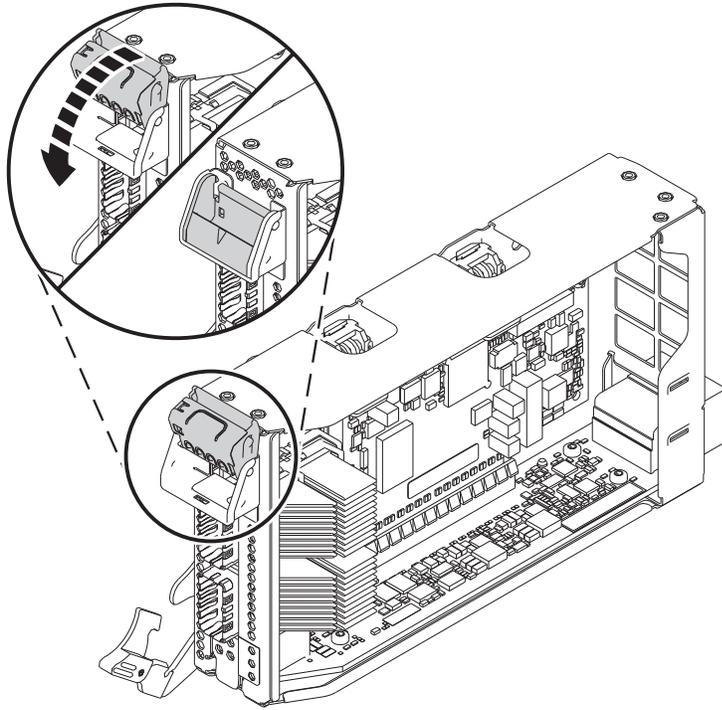

図 42. PCIe アダプター・カセットへのハーフサイズ、ロー・プロファイル・アダプターの取り付け
- c. アダプターを固定するために、45 ページの図 42 に示すようにテール・ストック・ラッチを回転させます。